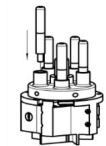

Abb. 16: Kontaktstift einsetzen
- Neuen Kontaktstift einsetzen (Abb. 16).